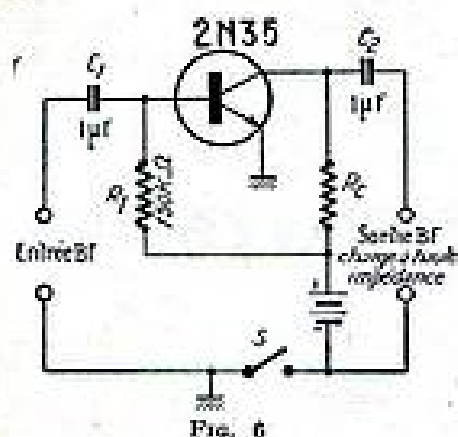

FIG. 6
La fig. 6 représente le schéma d'un amplificateur basse fréquence à un étage du type à résistance et capacité, avec émetteur commun. Cet amplificateur peut être réalisé sous de si petites dimensions qu'il peut être contenu avec sa batterie, dans le boîtier d'un microphone à charbon. Il peut être adopté dans d'autres appareils qui exigent une préamplification. Une application typique est la réalisation d'un « fnole » (sonde) milli-
celles du circuit de la fig. 6, prévu pour le gain maximum en tension (369). La résistance de l'émetteur a été rendue variable de façon à porter ce gain à la valeur de 100 à 1 000 H. L'impédance de sortie du générateur de signaux a été maintenue à la valeur précédente, c'est-à-dire 300 Ω .